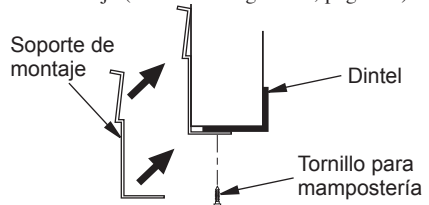

Figura 9 - Ubicación de los soportes para chimenea de mampostería sin puertas de vidrio
- Sujete con cinta los soportes de montaje cerca de los extremos de la abertura de la chimenea. Asegúrese de poner los soportes tal como se indica en la figura 9.
- Fije los soportes al dintel utilizando los tornillos para mampostería (consulte la figura 9).